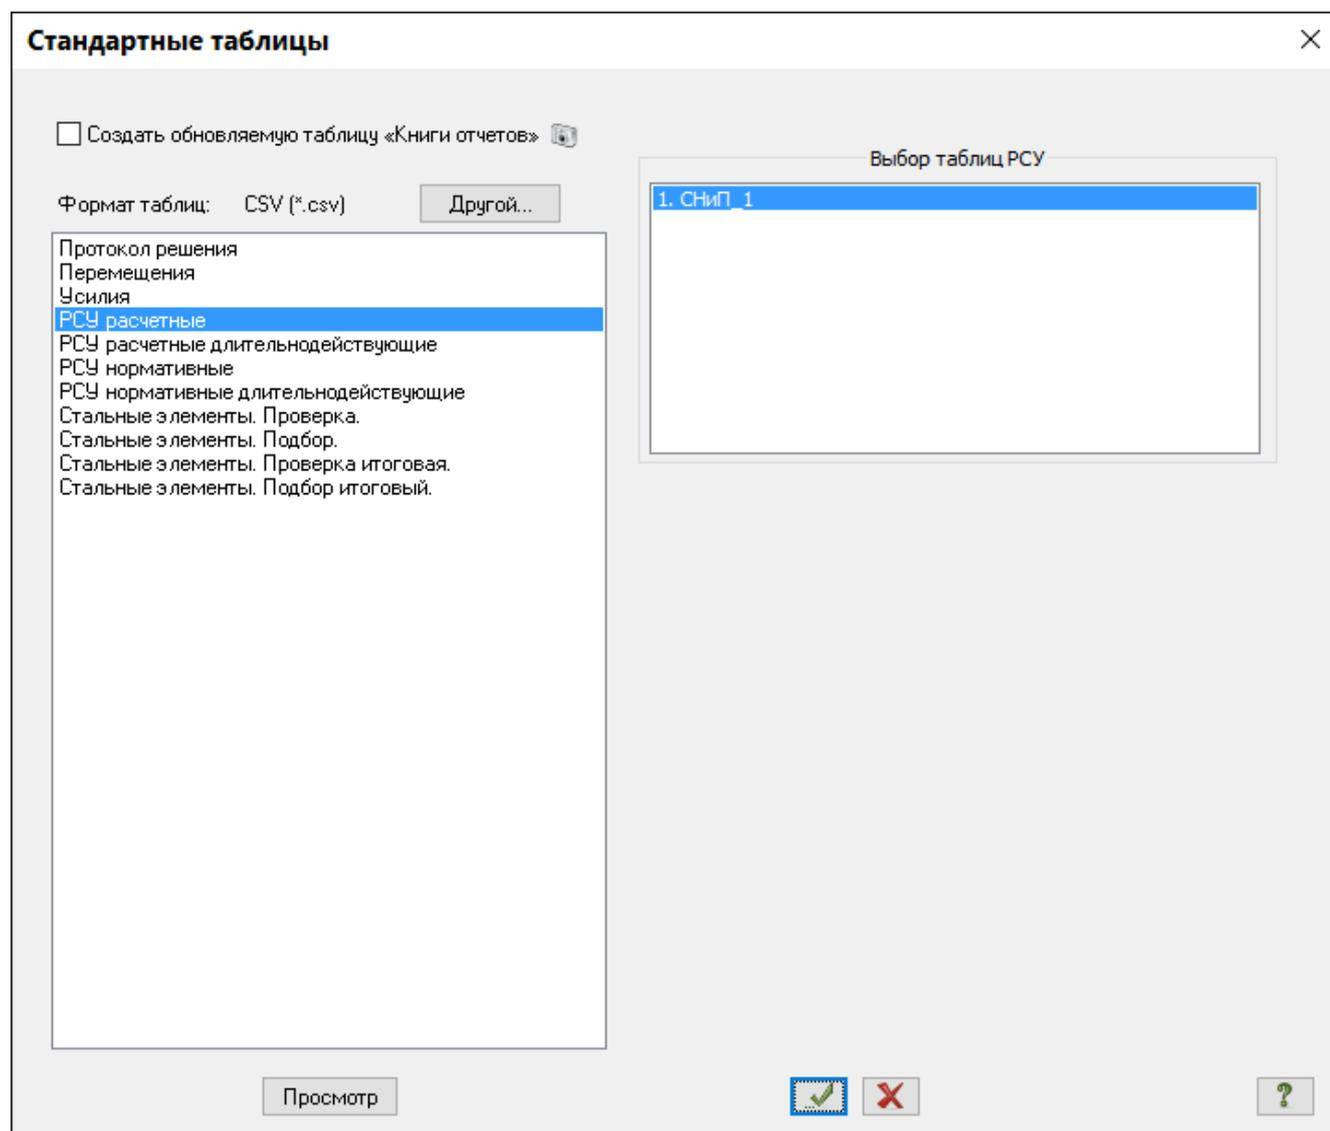

Рис.12.29. Диалоговое окно **Стандартные таблицы**
- После этого в диалоговом окне **Стандартные таблицы** (рис.12.29) выделите строку **PCY расчетные**.